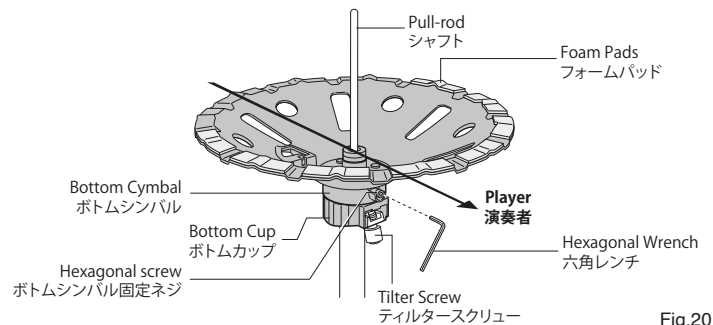

Fig.20
2. Install the bottom cymbal with the Hi-hat pull-rod through its center until seated onto the bottom cup of the stand. Rotate the cymbal to align the hexagonal screw with the tilter-screw of the bottom cymbal cup. Secure the bottom cymbal in place by tightening the hexagonal screw using the provided wrench (Fig.20). Be careful not to over-tighten.
ボトムシンバルの中心の穴をハイハットスタンドのシャフトに通し、ボトムシンバルがしっかりとハイハットスタンドのボトムカップ部に接していることを確認してください。ボトムシンバルの固定ネジを奏者側に合わせ、付属の六角レンチで固定します (Fig.20)。